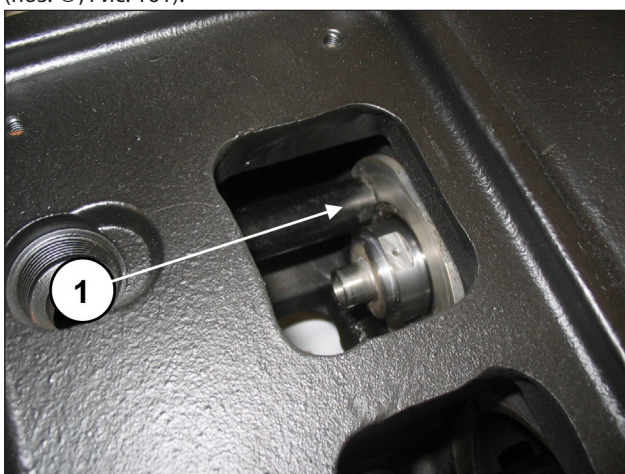
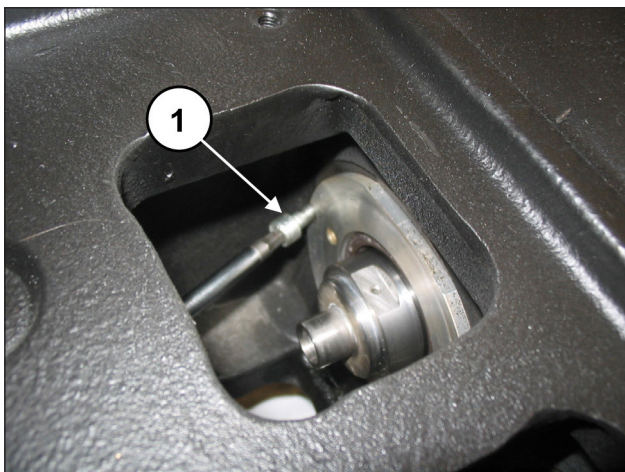

Рис. 160
Рис. 161
Убедитесь, что крышка полностью вошла в гнездо (поз. ①, Рис. 160), следя за тем, чтобы не повредить кромку сальника 2 винтами М6х14 (поз. ①, Рис. 161).